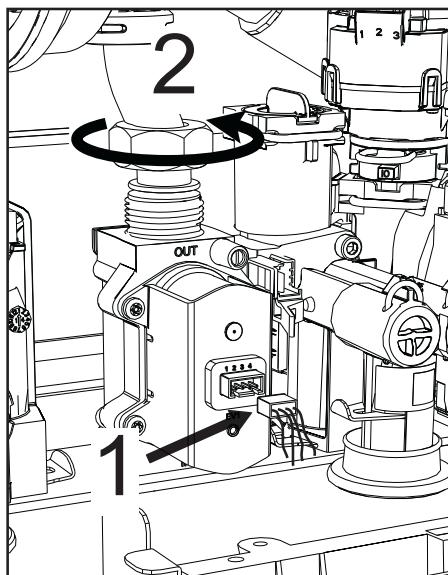

fig. 43
- Deconectați conectorele electrice „1” (fig. 43).
- Deconectați furtunul de alimentare cu gaz „2” (fig. 43)